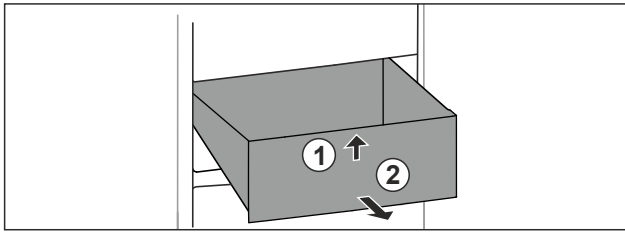

Fig. 72
- ▶ Повдигнете чекмеджето отпред. Fig. 72 (1)
- ▶ Извадете чекмеджето напред. Fig. 72 (2)